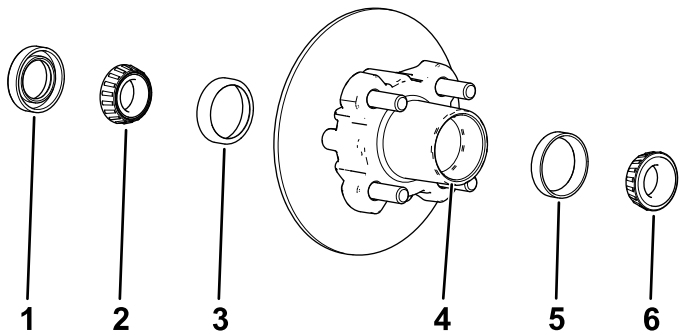

Figura 35
1. Retire el cojinete exterior y el anillo de rodadura del cubo (Figura 35).
2. Retire la junta y el cojinete interior del cubo (Figura 35).
5. Limpie el hueco del cubo para eliminar cualquier resto de grasa, suciedad y residuos (Figura 35).
7. Llene el hueco del cubo hasta un 50 – 80% de su capacidad con grasa del tipo especificado (Figura 35).
8. Monte el cojinete interior sobre el anillo en el lado interior del cubo e instale la junta (Figura 35).